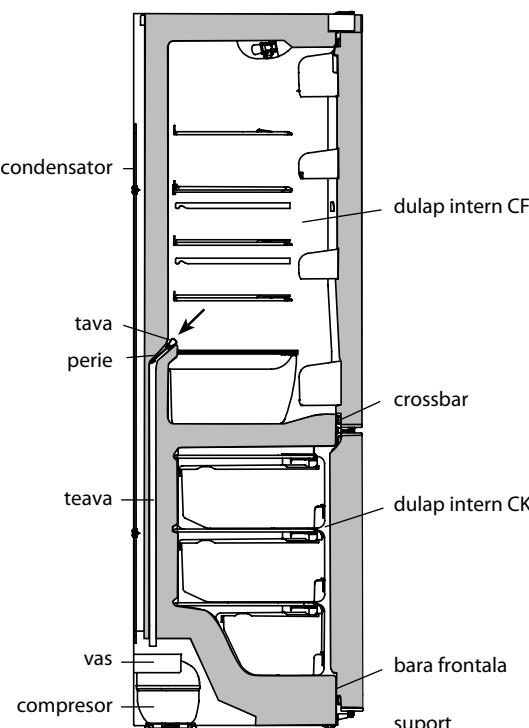

Figura 6 – Schema eliminarii apei topite din CF
3.4.1 În CF se utilizează sistemul automat de decongelare. Chucura, care apare pe peretele din spate a CF, se topesc în ciclu de dezgetare la deconectarea compresorului și se transformă în picături de apă. Picăturile de apă topită se scurg în vas și prin gaură în tiavă patrunzând în țeavă navei pe compresor, în conformitate cu figura 6 unde și se evaporă. În gaura tavei este instalată o perie pentru a preveni înfundarea sistemului de evaporare.
Prezența apei în tava indică la blocarea posibilă a surgerii apei. Pentru a elimina contaminarea trebuie să curăța cu peria gaura în tava, astfel că apa să se scurgă fără obstacole un vas, se spăla peria și se instalează în conformitate cu figura 6.
SE INTERZICE exploatarea frigiderului cu sistemul de scurgere înfundat. Apa apărută în partea de jos a camerei frigiderului sau în locul atasamentului placii la dulapul interior al CF în conformitate cu figura 6, poate provoca coroziunea camerei exterioare și a elementelor agregatului frigiderului, a distrugă izolarea termică, poate cauza formarea de fisuri a camerei interioare și deteriorarea complete a camerei frigiderului.
ATENTIE! Nu permiteți scurgerea apei topite din CK la dezgetare și curățenie, deoarece apa, patrunzând la în locul atasamentului placii la dulapul interior al CK în conformitate cu figura 6, 7 poate provoca coroziunea camerei exterioare și a elementelor agregatului frigiderului, a distrugă izolarea termică, poate cauza formarea de fisuri a camerei interioare și deteriorarea complete a camerei frigiderului.